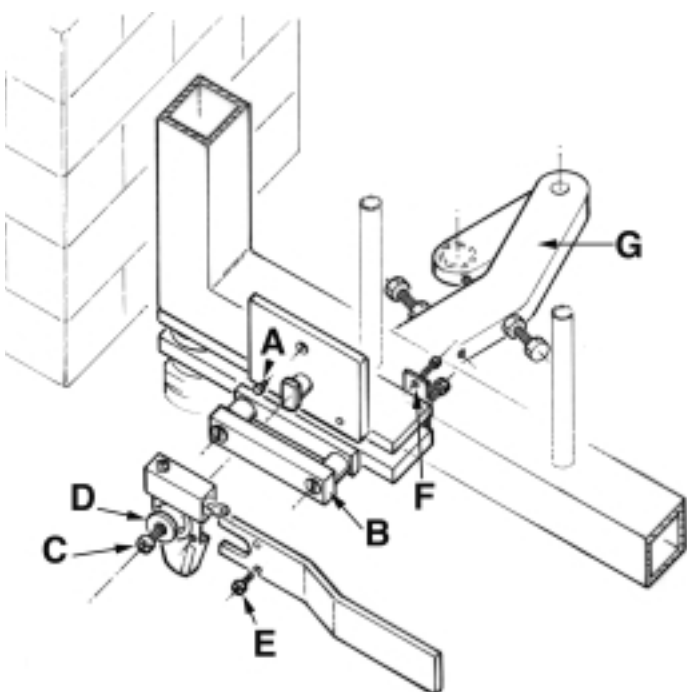

Fig. 6
- Den Zughebel auf die Welle des Kastens stecken, dabei beachten, ob es sich um die Rechts- oder Linksausführung handelt (siehe Abb. 6 - 7).